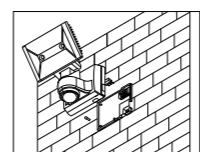

Abb. 2
3.2.1 Stellen Sie sicher, dass die Leuchte fest mit der Wand verschraubt wird (Abb. 2).